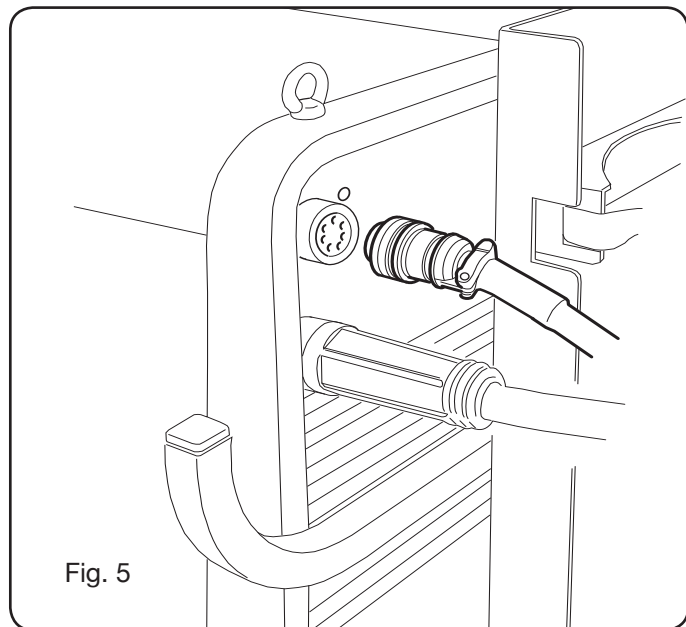

Fig. 5
- Eseguire i collegamenti, sul retro del generatore, come indicato in Fig. 5